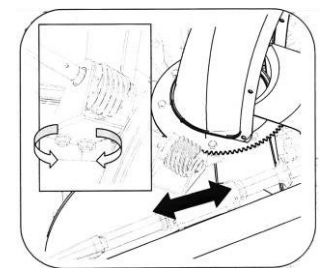

Рис. 48
1. Ослабьте две гайки, которые крепят кронштейны желоба, и немного измените положение, см. рис. 48.
2. Затяните гайки. См. рис. 48.